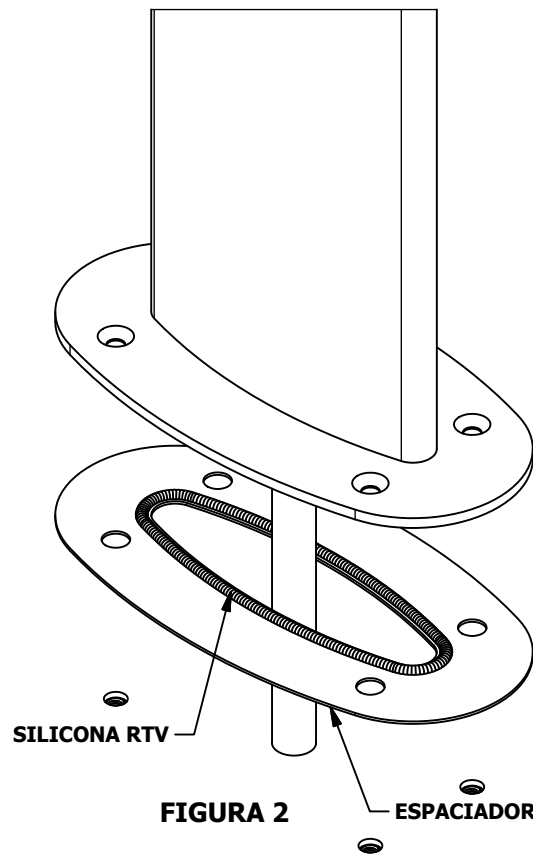

FIGURA 2
3) Aplique una tira gruesa de 1/4" (6 mm) de silicona grado eléctrico RTV en ambos lados del espaciador para asegurar la estanqueidad del ensamblaje. Coloque la unidad con el tubo montado en el orificio central, asegurarse que el espaciador está en su sitio (Figura 2)
4) Asegurar la unidad al piso con los tornillos (4) y apriete a 25 lbs.in (33.9 Nm).